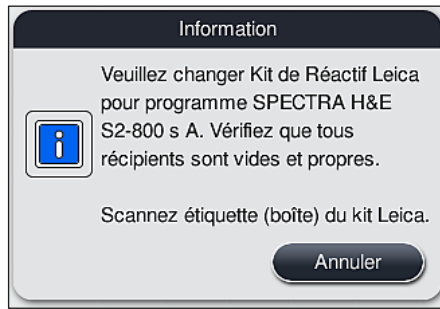

Fig. 57
1. Lorsqu'un message d'information (→ "Fig. 57") affiché à l'écran vous y invite, placez l'étiquette de l'emballage du carton en face du capteur RFID sur la face avant de l'appareil (→ "Fig. 58-1") pour la scanner.
- Le balayage du kit de réactifs Leica peut seulement être annulé par la touche **Annuler** figurant dans le message d'information affiché à la (→ "Fig. 57") et avant de commencer le balayage de l'étiquette de l'emballage sans expiration du kit de réactifs Leica.